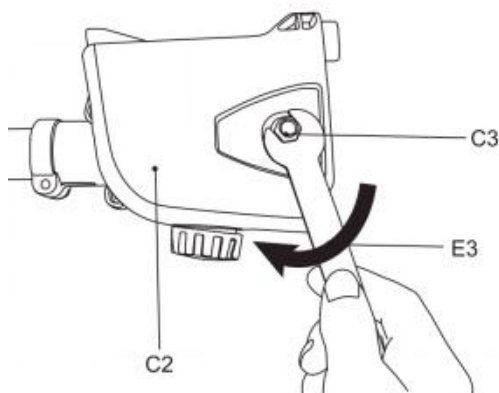

Fig. 12
8) Załóż ponownie pokrywę (C2), załóż tylną część pokryw, a następnie przód i upewnij się, że sworzень znajduje się na swoim miejscu. Lekko dokręć pozostałą nakrętkę (C3) za pomocą klucza montażowego (E3) (Rys. 12). Nie dokręcaj nakrętek całkowicie, ponieważ najpierw konieczne jest napięcie łańcucha piły.